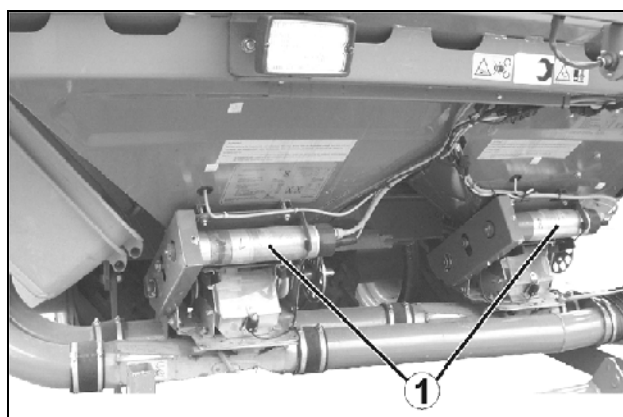

Рис. 77
- Электрической полной дозировки при помощи электромотора в качестве прямого привода (Рис. 77).